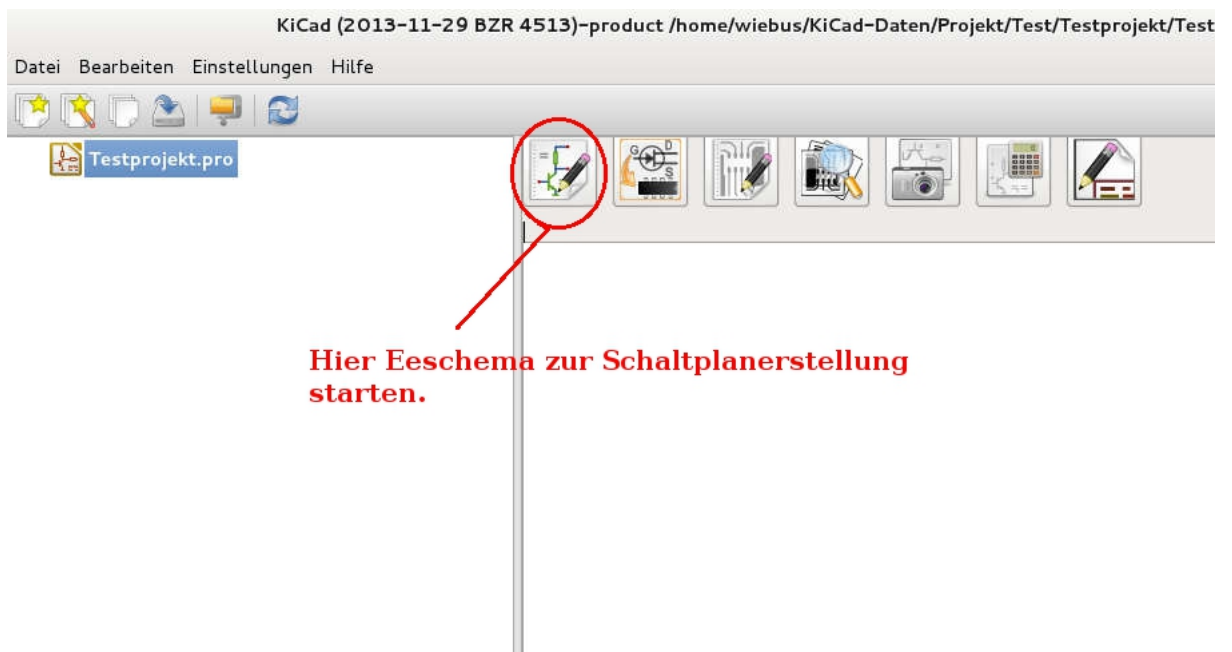
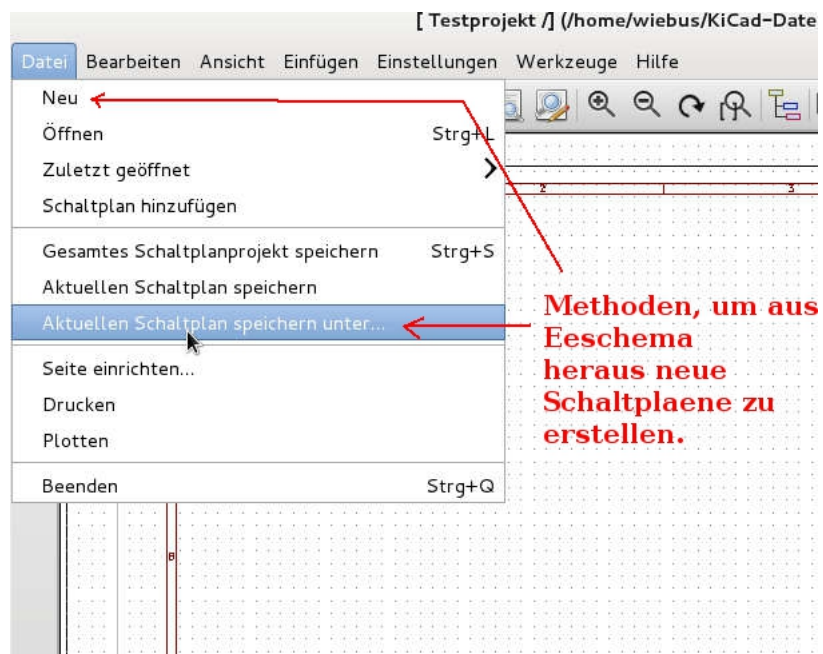

Abbildung 3: Eeschema zur Schaltplanerstellung starten.
Abbildung 4: Neue Schaltpläne aus Eeschema heraus erzeugen.
**B** Starten Sie, um den Schaltplan zu erstellen, das Programm EESchema (Abbildung 3). Beim Starten werden Sie vermutlich eine Fehlermeldung bekommen, weil der Schaltplan Versuch1.sch noch nicht existiert. Quittieren Sie diese einfach, und Sie sitzen vor dem neuen, noch leeren, Schaltplan. Sobald Sie einmal den Schaltplan speichern, und EESchema verlassen, wird dieser im Ordner Testprojekt als Testprojekt.sch angelegt . Weitere, diesem Projekt zugeordnete Schaltpläne erzeugen Sie aus EESchema heraus, indem Sie oben in der Toolleiste unter Datei entweder NEU oder „Speichern aktueller Schaltplan unter“ wählen (wie üblich). Siehe Abbildung 4.